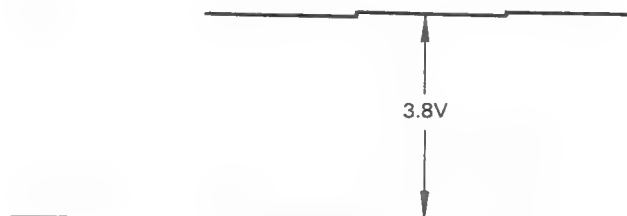

Abbildung 36
2. Auf einem Oszillograph TP5 beobachten und R724 so einstellen, daß wie auf Abbildung 36 gezeigt 3,8V erhalten werden.